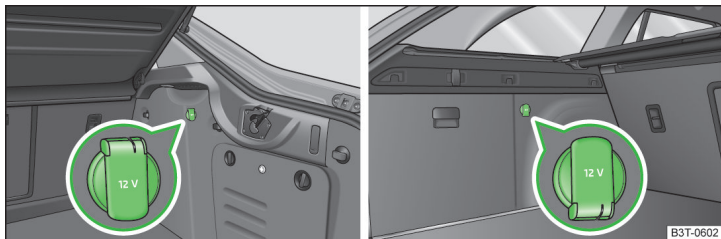

Fig. 86 Portbagajul: Priza Superb / Superb Combi
Priza de 12 V (numită în continuare doar priza) se află în consola centrală din față **A** » fig. 84 la pagina 91, în consola centrală din spate **B** » fig. 84 la pagina 91 și în portbagaj » fig. 86.
- Scoateți capacul prizei, respectiv bricheta » fig. 84 la pagina 91 sau desfaceți capacul prizei » fig. 86.